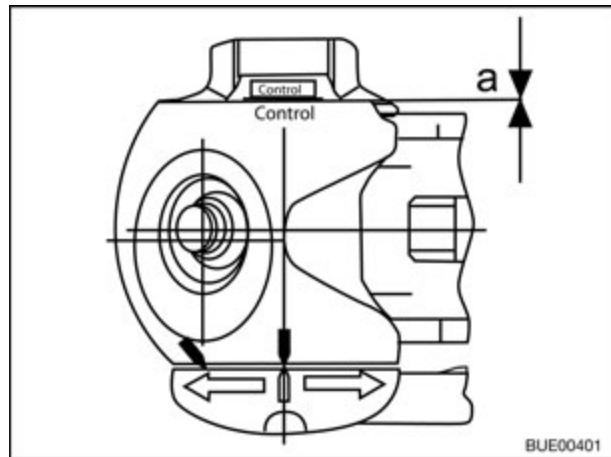

Fig. 150 Control de desgaste
- Distancia a = 0 (Fig. 150): controlar los forros de fricción y cambiarlos si es necesario.